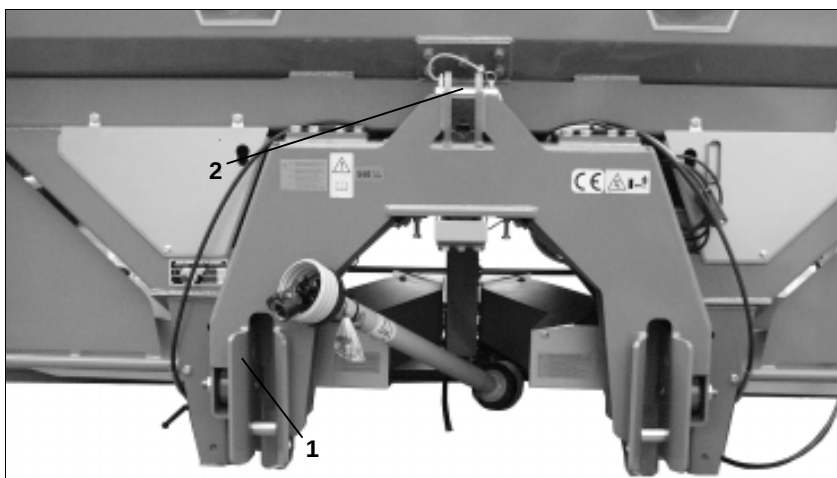

Fig. 7
- Traktorns dragarmar kopplas till tapparna (Kat III) (Fig. 7/1) i övre borringen på dragarmskonsolen och säkras med fjädersprintar. Dragarmskonsolen har som standard en annan nedre borring som kan användas för att få en 180 mm högre tillkopplingshöjd till traktorn (vid t.ex. övergödning)
- Toppstången kopplas med bult, (kat. III) (Fig. 7/2) och säkras med fjädersprint.